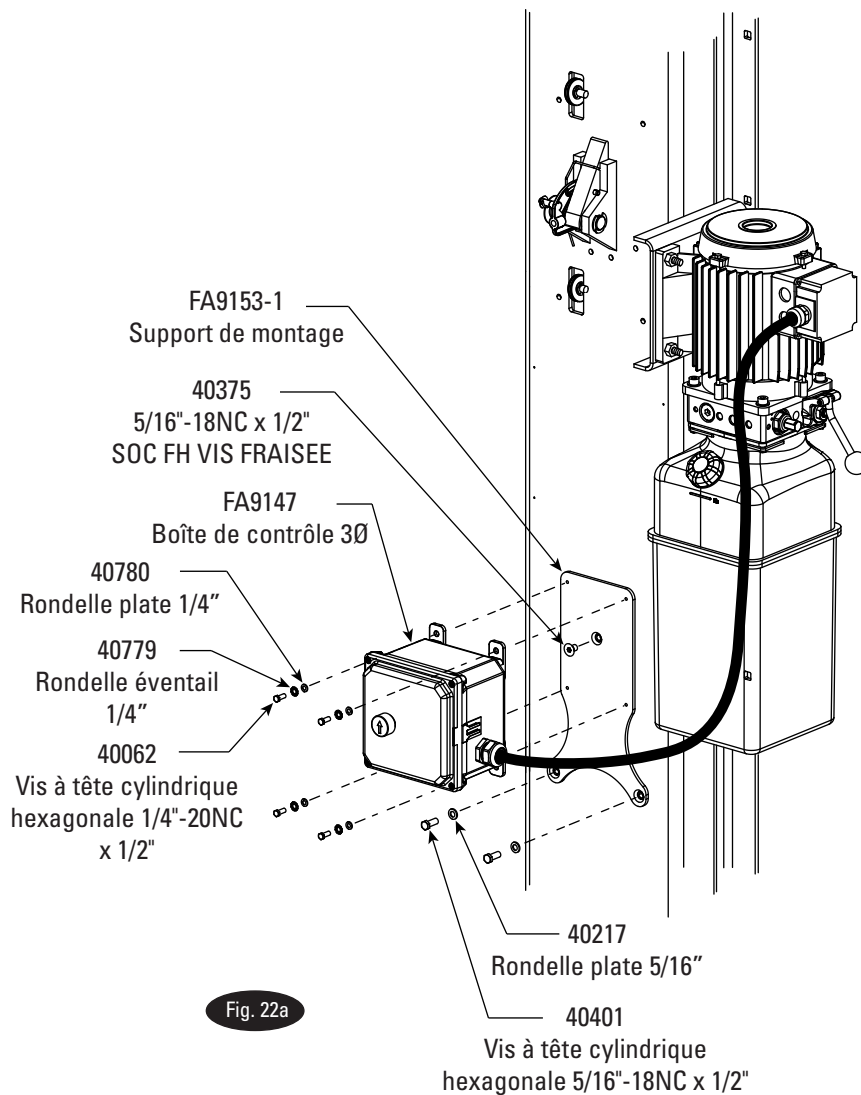

Fig. 22a
A) Fixez le support de montage sur la colonne, comme indiqué à la Fig. 22a, à l'aide de (1) vis à tête cylindrique auto taraudeuses 5/16"-18NC x 1/2", de (2) vis à tête cylindrique hexagonale 5/16"-18NC x 1/2" et de (2) rondelles plates 5/16".
B) Fixez le boîtier de commande au support à l'aide de vis à tête cylindrique hexagonale (4) 1/4"-20NC x 1/2", (4) rondelles plates 1/4" et (4) rondelles éventail 1/4".